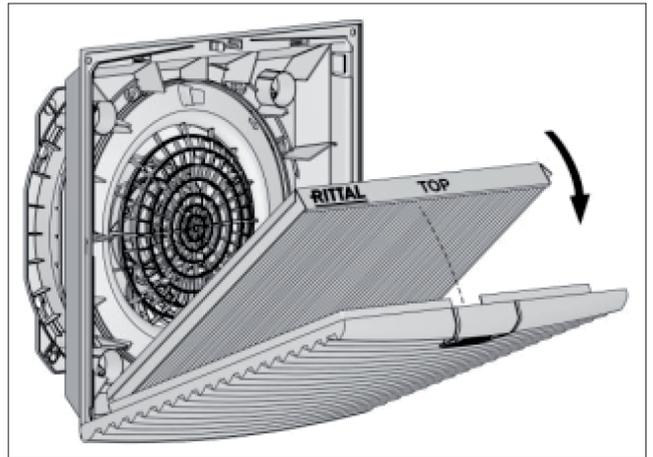

Imagen 7: Instalación del filtro con pliegues IP54
- Inserte el filtro con pliegues en la rejilla. La inscripción «Top» indica la dirección de inserción (ver imagen 7).